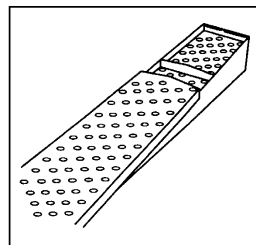

Figura 5
6. Deslice la cubierta en el extremo pequeño para instalarla. **(Consulte la Figura 5).**